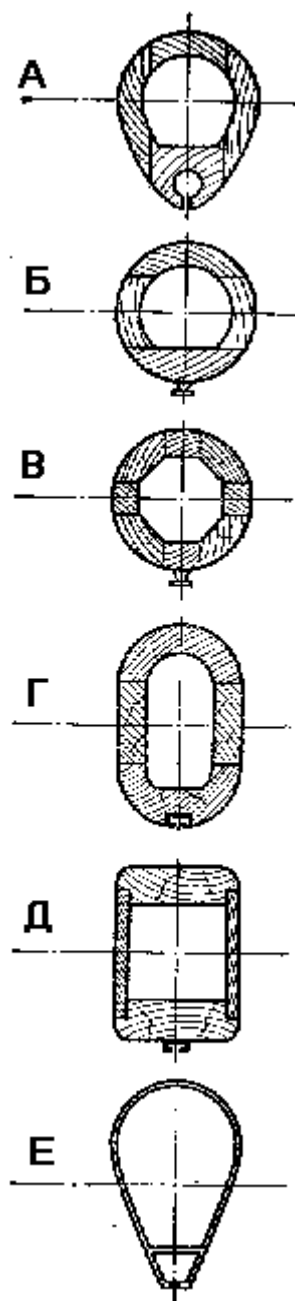
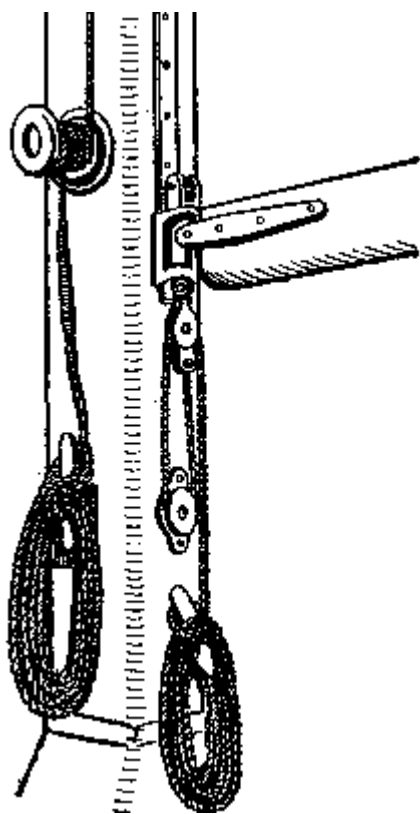

Рис. 37. Сечения рангоута:
Рис. 41. Передвижной вертлюг гика
Грот крепится к гика своим галсовым углом обычно за соответствующую оковку у пятки (внутреннего конца) гика с помощью такелажной скобы или болта. Нижняя шкаторина грота растягивается вдоль гика **грота-шкотом** — специальной снастью, заделанной в кренгельс шкотового угла. Передняя и нижняя шкаторины крепятся к гика или мачте одним из следующих способов (рис. 37):
— шкаторина продергивается внутрь круглого паза с губками (лик-паза) на гике или мачте (рис. 37, *a* и *e*); — через люверсы по шкаторинам пришиваются ползуны, которые либо входят внутрь охватывающего их рельса, либо сами охватывают рельс (рис. 37, *б*, *e*, *г* и *д*);
(внутреннего конца) гика с помощью такелажной скобы или болта. Нижняя шкаторина грота растягивается вдоль гика **грота-шкотом** — специальной снастью, заделанной в кренгельс шкотового угла. Передняя и нижняя шкаторины крепятся к гика или мачте одним из следующих способов (**рис. 37**):
— шкаторина продергивается внутрь круглого паза с губками (лик-паза) на гике или мачте (**рис. 37, а и е**);— через люверсы по шкаторинам пришиваются ползуны, которые либо входят внутрь охватывающего их рельса, либо сами охватывают рельс (**рис. 37, б, е, г и д**);
На рис.37 показаны типовые сечения деревянного и металлического рангоута.
**Гик**—горизонтальное рангоутное дерево, к которому одним из способов (**рис. 37**) крепится нижняя шкаторина грота (бизани, фока). Гик грота называется **грота-гик** \*\*\*, гик бизани — **бизань-гик**, гик фока — **фока-гик**. Конец гика, упирающийся в мачту, называется **пяткой**, противоположный конец — **ноком**. Пятка гика имеет оковку, которая входит в вертлюг, позволяющий гик поворачиваться в стороны и вверх. Вертлюг часто делают передвижным вверх по рельсу (особенно на гоночных яхтах), чтобы иметь возможность добрать парус, не трогая фала, при помощи **галс-оттяжки** (**рис. 41**).
Снасть, которая оттягивает галсовый угол паруса к гик, бушприту или палубе, называется **галсом**. Галсовые углы парусов на мелких яхтах и швертботах крепят прямо на оковки рангоута или корпуса, то есть без галсов в прямом смысле этого слова. Галсы передних парусов делают в виде галс-оттяжек. Ими часто снабжают вертлюги гиков, если они передвижные (см. **рис. 41**). В этом случае фал выбирается в ординар или таями в два лопаря, а полное натяжение шкаторины достигается при подборании галс-оттяжки.